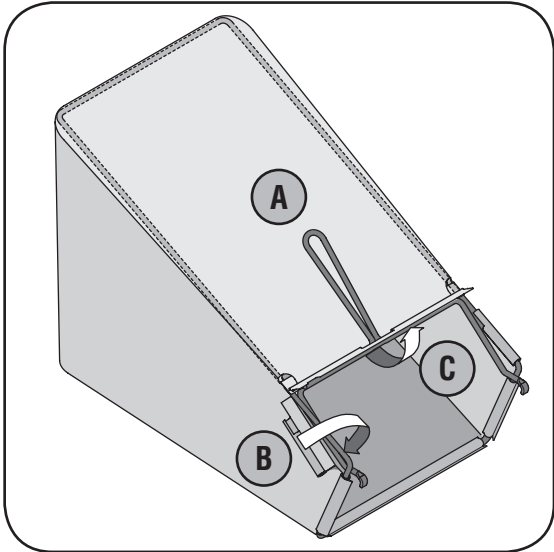

Figura 3-5: Ensamble el colector de césped.
- b. Deslice el canal de plástico de la bolsa de recolección sobre los ganchos en el marco, Figura 3-5. Todos los canales plásticos excepto la parte central superior de la bolsa se acoplan desde la parte exterior de la bolsa.